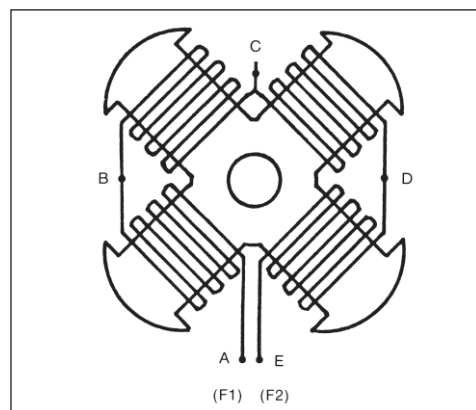

Figura 8-1
Paso 3: Mida y registre los voltajes de un extremo a otro de cada polo. Entre los puntos "A" y "B", "B" y "C", "C" y "D", y "D" y "E" (figura 8-1).